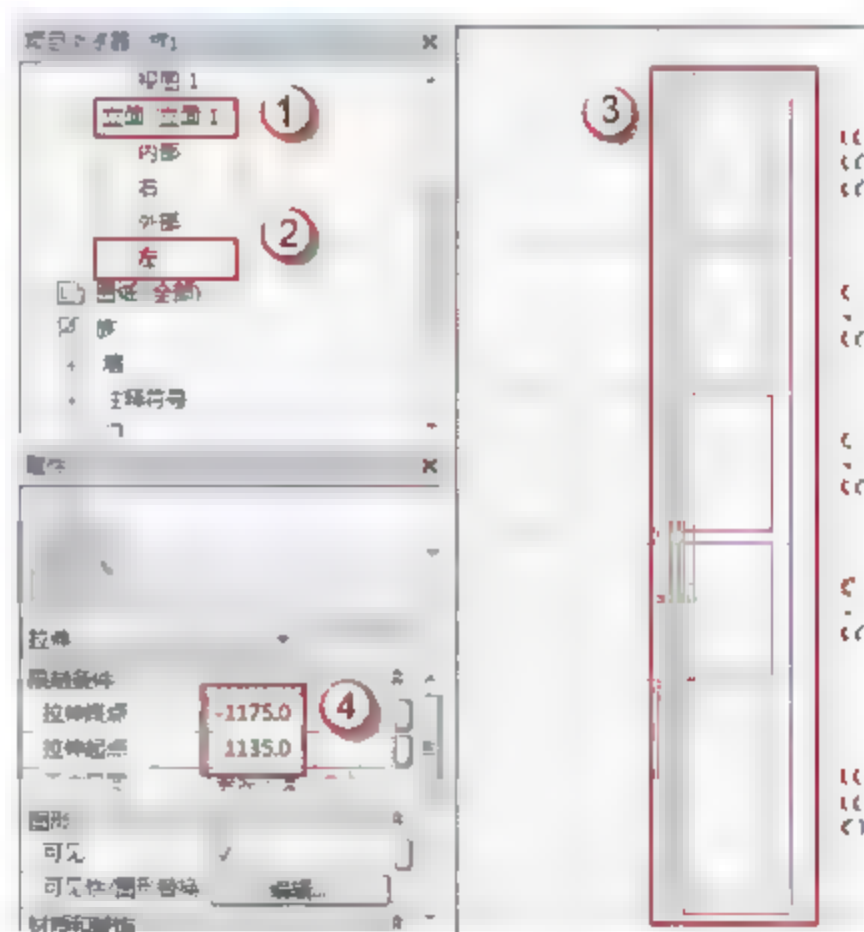

图 6.3.74 MC2934 转角窗窗框的位置及厚度
(30) 绘制MC2934转角窗窗框。选择“项目浏览器”中的“立面(立面1)”→“左”选项,可以进入MC2934的外部立面视图,选择“创建”→“拉伸”命令,进入“修改|编辑拉伸”界面,用菜单中的绘制工具绘制MC2934窗窗框,如图6.3.74所示。在“属性”面板中,在“拉伸终点”中输入“-1175”字样,在“拉伸起点”中输入“-1135”字样,完成后单击√按钮完成绘制。